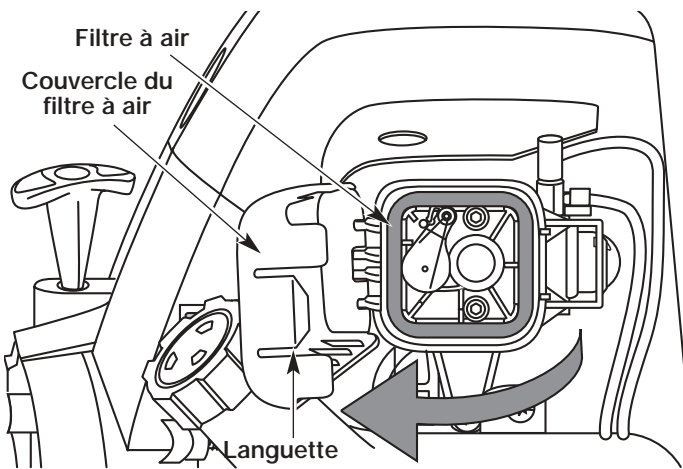

Figure 30
1. Ouvrez le couvercle du filtre à air Enfoncez la languette à droite du couvercle, tirez celui-ci vers vous puis vers la gauche (Fig. 30).
2. Retirez le filtre à air (Fig. 30).
8. Pivotez le couvercle vers la droite jusqu'à ce que la languette du couvercle du filtre s'enfonce d'un déclic dans la plaque arrière (Fig. 30 & 34).